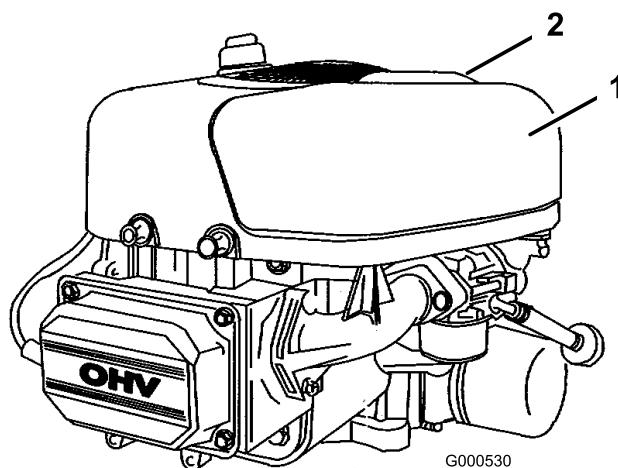

Figura 30
4. Pulite intorno al filtro dell'aria per evitare che la morchia possa penetrare nel motore provocando gravi danni. Alzate il manico del coperchio del filtro dell'aria e giratelo verso il motore (Figura 30). Togliete il coperchio del filtro dell'aria.